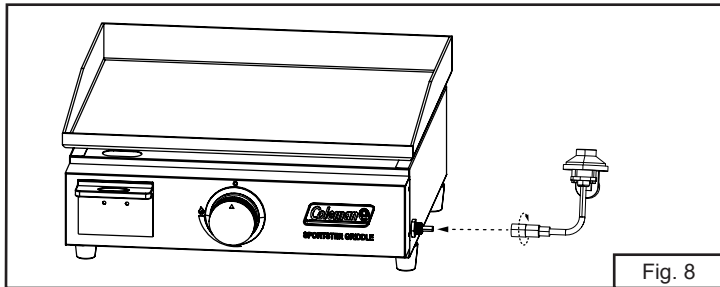

Fig. 8
6. Insérez le régulateur de gaz dans la conduite de gaz de la plaque chauffante, puis tournez le collier du régulateur de gaz dans le sens horaire pour bien le fixer à la conduite de gaz (Fig. 8). NE faussez PAS le filetage.